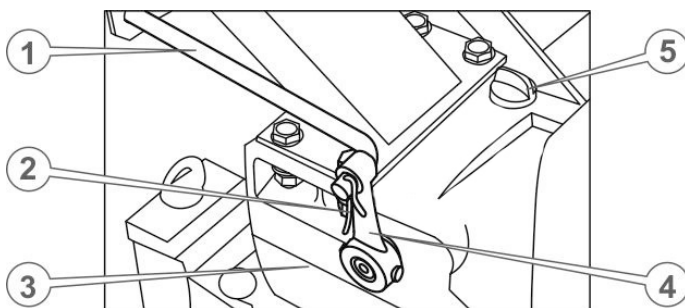

Рисунок 5 – Редуктор та важіль КПП
28. Встановити важіль перемикання передач, протягнувши його через вушко на кермі та вставивши кінцевим загином в отвір у коромислі на коробці перемикання передач (див. рис. 5), зафіксувати важіль шплінтом.